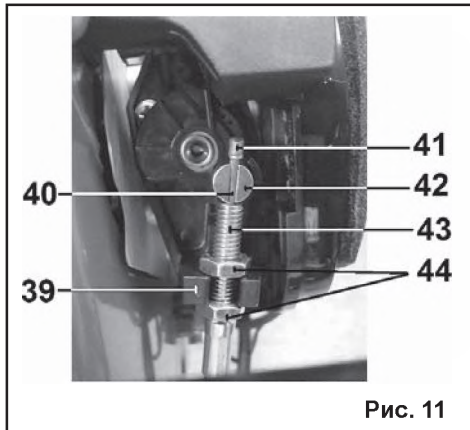

Рис. 11
7.5.2. Установите тросик (40) в паз привода сектора дроссельной заслонки (42) (Рис. 11).
7.5.3. Установите фиксатор (41) тросика (40), как показано на рис. 11.